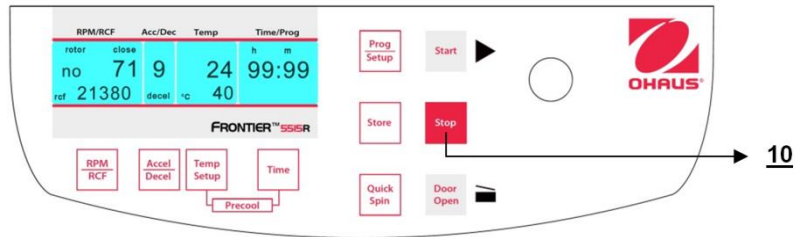

Figure. 27
Avec la touche "**Stop**" (10) (voir la figure 27), il est possible d'interrompre une centrifugation à tout moment. Après avoir appuyé sur la touche, la centrifugeuse décélère conformément à l'intensité présélectionnée jusqu'à son arrêt complet.